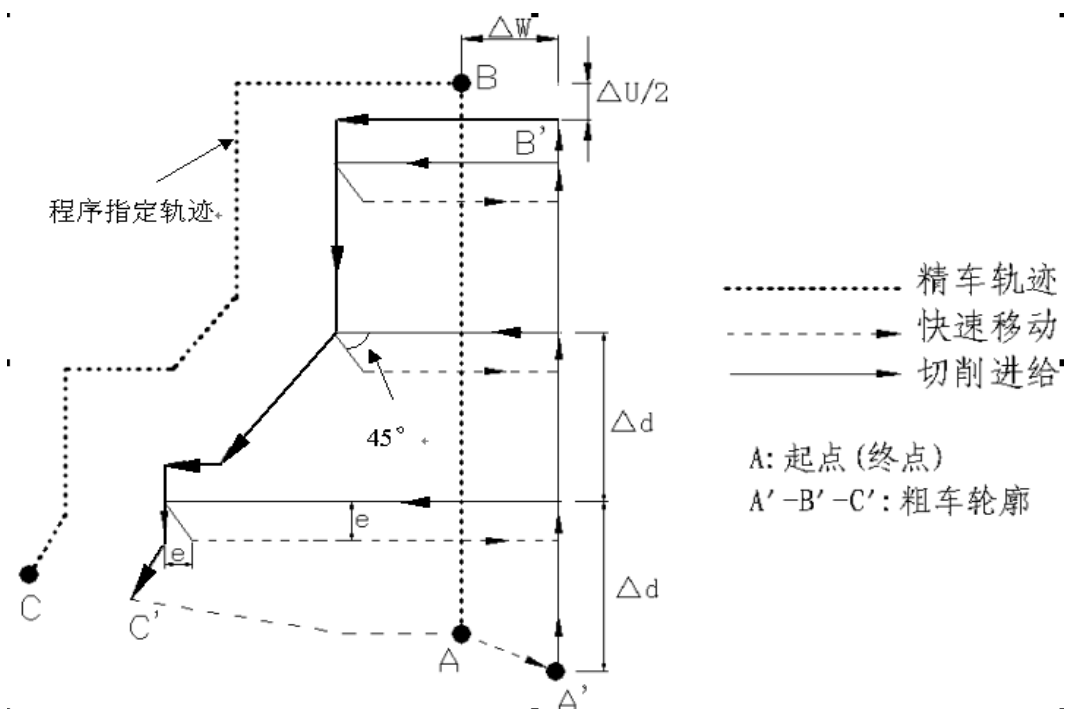

图 3-25 G71 代码循环轨迹
1) 代码执行过程：图 3-25。
① 从起点 A 点快速移动到 A’ 点，X 轴移动 Δu、Z 轴移动 Δw；
②从A'点X轴移动 Δd (进刀), ns 程序段是G0时按快速移动速度进刀, ns 程序段是G1时按G71的切削进给速度F进刀, 进刀方向与A点→B点的方向一致;
③ Z 轴切削进给到粗车轮廓, 进给方向与 B 点→C 点 Z 轴坐标变化一致;
④ X 轴、Z 轴按切削进给速度退刀 $e(45^\circ \text{ 直线})$ ，退刀方向与各轴进刀方向相反；
⑤ Z 轴以快速移动速度退回到与 A' 点 Z 轴绝对坐标相同的位置;
⑥ 如果 X 轴再次进刀 ($\Delta d+e$) 后, 移动的终点仍在 A' 点→B' 点的联机中间 (未达到或超出 B' 点), X 轴再次进刀 ($\Delta d+e$), 然后执行③; 如果 X 轴再次进刀 ($\Delta d+e$) 后, 移动的终点到达 B' 点或 超出了 A' 点→B' 点的联机, X 轴进刀至 B' 点, 然后执行⑦;
⑦ 沿粗车轮廓从 B' 点切削进给至 C' 点;
⑧ 从 C' 点快速移动到 A 点, G71 循环执行结束, 程序跳转到 nf 程序段的下一个程序段执行。